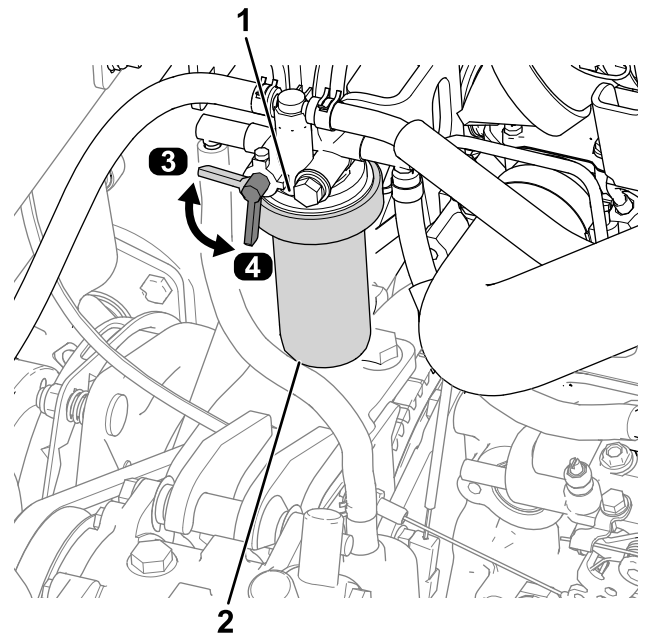

Figure 56
1. Tournez le levier du robinet d'arrivée de carburant à la position FERMÉE (Figure 56).
2. Nettoyez la surface autour de la tête du filtre à carburant (Figure 56).
3. Déposez le filtre et nettoyez la surface de montage de la tête du filtre (Figure 56).
6. Tournez le levier du robinet d'arrivée de carburant à la position OUVERTE (Figure 56).